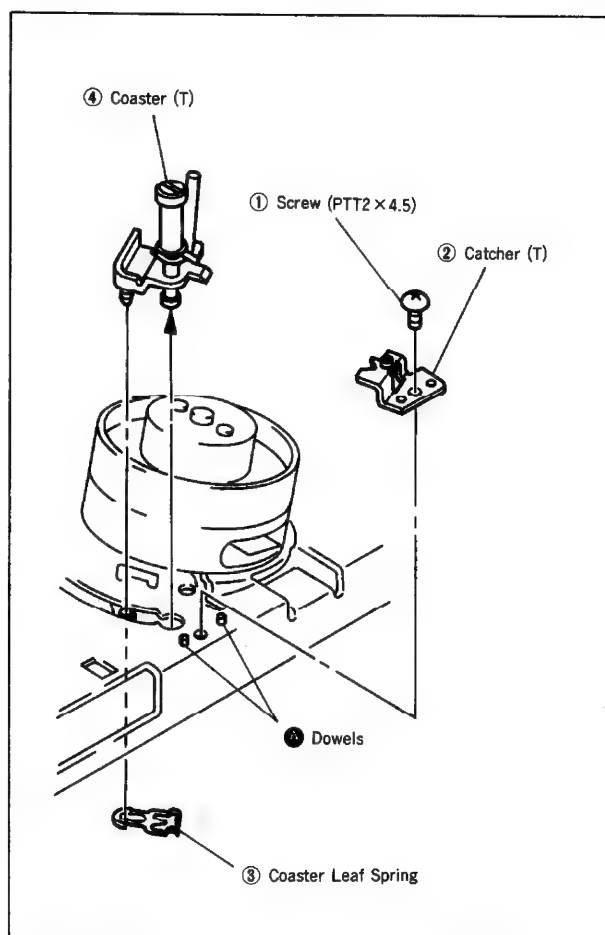

Fig. 27
#### 4-21. COASTER (T) (Fig. 27)